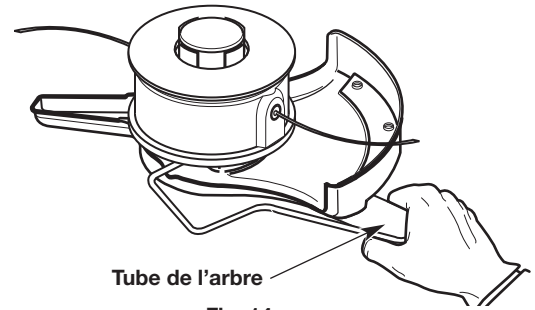

Fig. 14
4. Maintenez la tige de verrouillage en place en la saisissant par l'autre extrémité contre le logement de l'arbre (Fig. 14).
3. Maintenez la tige de verrouillage en place en la saisissant par l'autre extrémité contre le logement de l'arbre (Fig. 14).